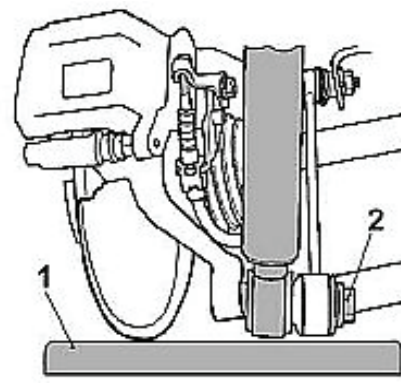

Fig. 9
- **Fig. 9** Radträger nach unten ablassen und Original HA-Feder entnehmen
- **Fig. 9** Wagenheber (1) unter das Radlagergehäuse stellen, Stoßdämpfer entlasten.
- Untere Befestigungsschraube (2) ausschrauben.
- **Fig. 9** Wheel carrier hang down and remove original rear-axle spring.
- **Fig. 9** Place transmission lifter (1) under the wheel-bearing housing, take load off of shock absorber.
- Unscrew lower fastening screw (2).
- **Fig. 9** Abaisser le palier de roue et enlever le ressort du train arrière.
- **Fig. 9** Placer un cric à boîte de vitesses (1) sous le carter de palier de roue, soulager l'amortisseur.
- Dévisser la vis de fixation inférieure (2).
- **Fig. 9** Rótulas hacia abajo y retirar los muelles originales del eje trasero.
- **Fig. 9** Colocar el dispositivo elevador de la caja de cambios (1) bajo la carcasa del apoyo de la rueda, descargar los amortiguadores.
- Desatornillar el tornillo de sujeción inferior (2).
- **Fig. 9** Untere Befestigungsschrauben einschrauben. Neue Schrauben verwenden!
- **Fig. 9** Screw in lower fastening screws. Use new screws!